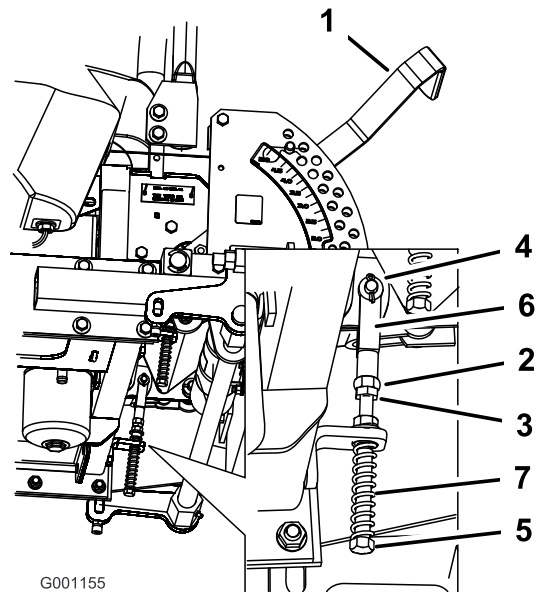

Bild 67
8. Sollte eine Einstellung erforderlich sein, lockern Sie die Mutter und die Klemmmutter gegen das Joch (Bild 67).
9. Drücken Sie den Fahrtriebshebel leicht nach hinten, drehen Sie den Kopf der Einstellschraube in die entsprechende Richtung, bis der Schaltbügel Schalthebel in der ARRETIERTEN NEUTRAL-Stellung zentriert ist (Bild 67).
10. Ziehen Sie die Mutter und die Klemmmutter an (Bild 67).